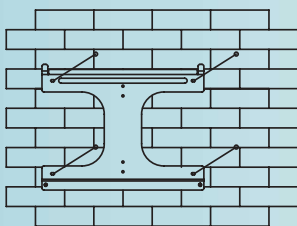

Fig. 4
- Utilisez le cadre de montage fourni comme gabarit de perçage (Fig. 4).